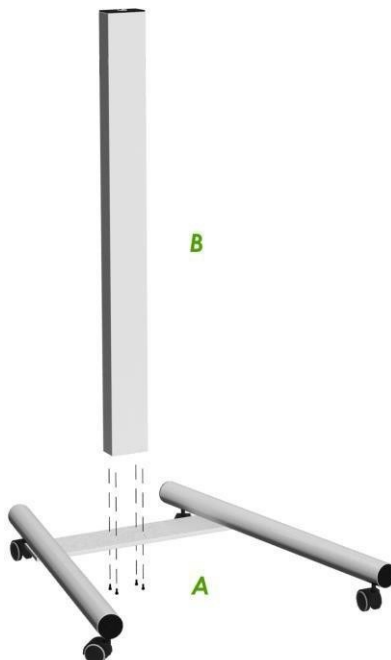

Abb. 14
- ✓ Sobald das Fahrgestell zusammengebaut ist, **(A)** ist es möglich, die vertikale Stütze **(B)** mit 4 Schrauben 6x20 daran zu befestigen, wie in Abb. 14 dargestellt.